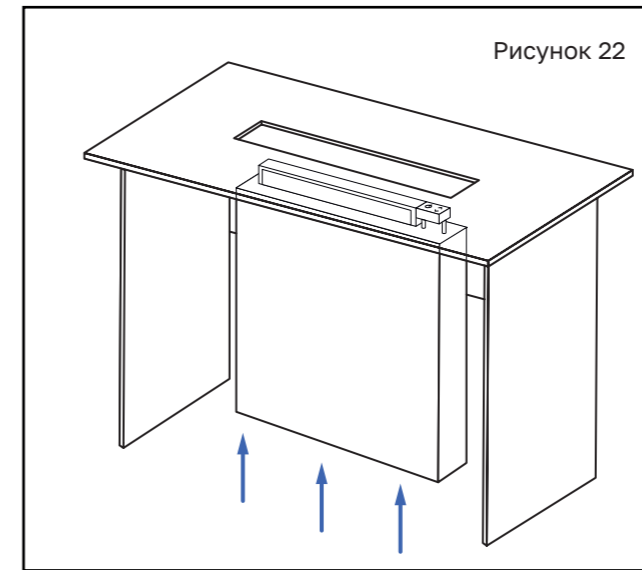

Рисунок 22
9. Установите монитор в нижней части столешницы таким образом, чтобы выступающая верхняя часть экрана и кнопочный блок заходили в отверстие. При этом, выступающая часть экрана должна находиться в отверстии между нижней и верхней частью столешницы. Кнопочный блок, при этом, должен выступать над верхней частью столешницы. (Рисунок 22, 23)